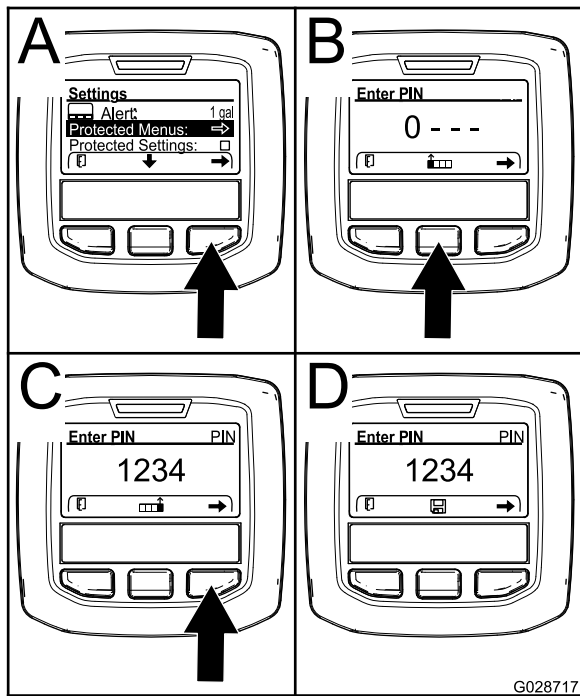

図 25
4. 右ボタンを押して保護メニューProtected Menuを選択する(図 25のA)。
- 数を大きくするには中央ボタン(図 25のB)を押す。
- カーソルを右の桁に移動させるには右ボタン(図 25のC)を押す。
**注** 中央ボタンの上に「保存」アイコンが表示されます(図 25のD)。